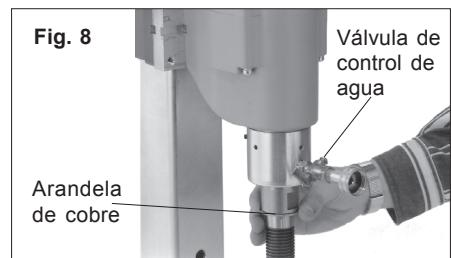

Fig. 8
Selección e instalación de una broca de perforación (Fig. 8)
4. Atornille el conjunto de la válvula de cierre en el manguito del husillo del motor Dymodrill (Fig. 8). Apriete a mano el conjunto y luego apriételo aproximadamente con un 1/4 de giro con una llave ajustable (no se proporciona).